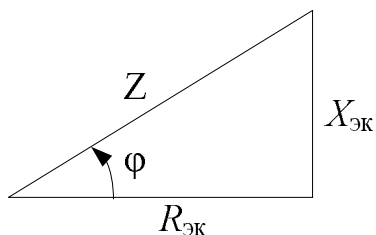

Рис. 3.2. Треугольник сопротивлений
1. Эквивалентные полное  $Z$ , активное  $R_{\text{эк}}$  и реактивное  $X_{\text{эк}}$  сопротивления (рис. 3.2):
(см. рис. 3.2).